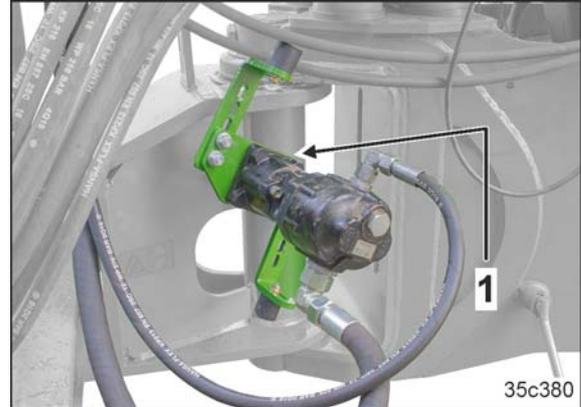

Fig. 139
14. Zapfwellenhydraulikpumpe in Parkposition ablegen (Fig. 139/1)